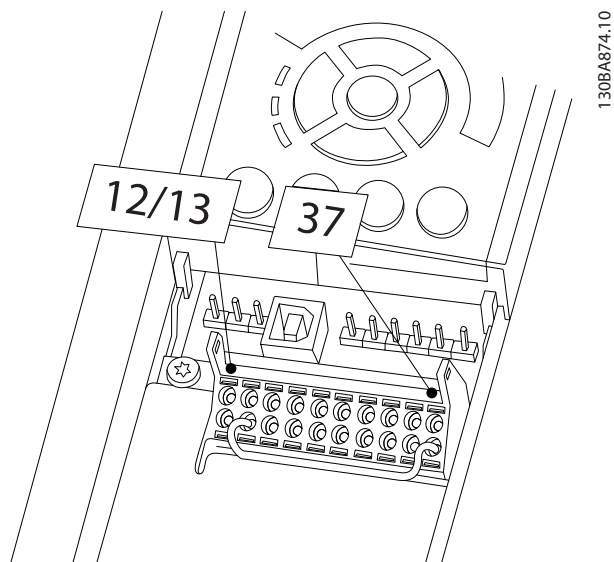

Abbildung 2.15 Jumper zwischen Klemme 12/13 (24 V) und 37
1. Entfernen Sie den Jumper-Draht zwischen den Steuerklemmen 37 und 12 oder 13. Abschneiden oder Abbrechen des Jumpers genügt nicht zur Vermeidung von Kurzschlüssen. (Siehe Jumper in *Abbildung 2.15.*)
Falls die Zustandslinie unten am LCP AUTO REMOTE COAST (AUTO REMOTE FREILAUF) anzeigt, bedeutet dies, dass die Einheit zwar betriebsbereit ist, aber kein Eingangssignal an Klemme 27 empfängt. Details siehe *Abbildung 2.15*.